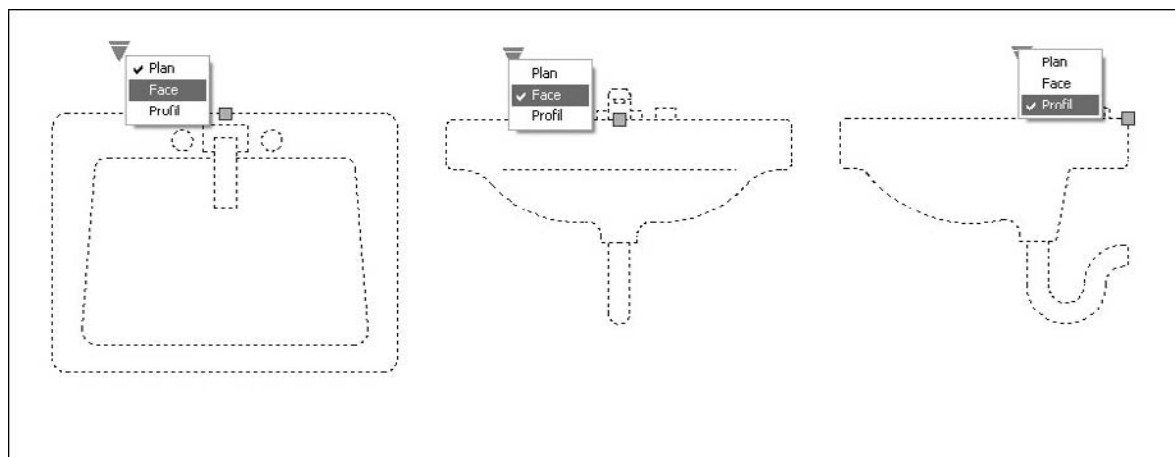

Fig.7.43
- [21] Cliquer sur la poignée de visibilité et sélectionner l'état de visibilité souhaité (fig.7.43).